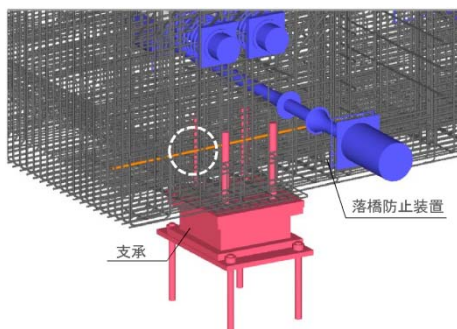

図2 鋼材と付属物の干渉チェック
- ①過密配筋となる端支点横桁における鋼材、付属物（支承ほか）の干渉チェック [図2]